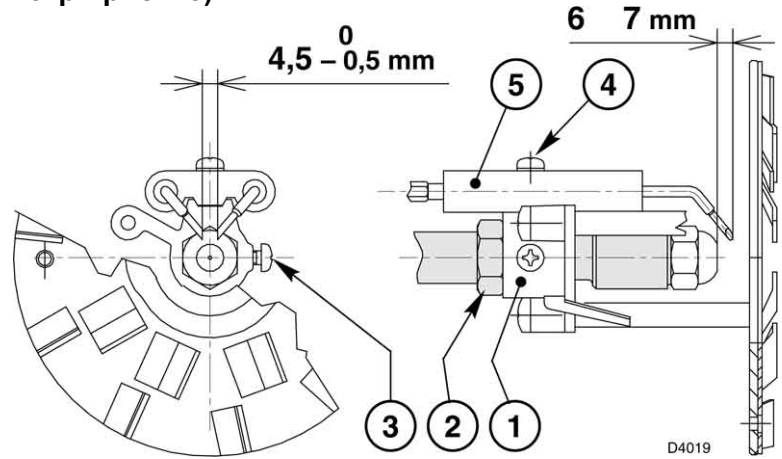

Рис. 13
- Ослабьте винты (2), открутите гайку (3), отсоедините от блока управления провода (4) и фотосопротивление (5) и выньте держатель форсунки (1) в сборе.
- Снимите с электродов провода (4), ослабьте винт (3, рисунок 13 на странице 7) и снимите с держателя форсунки (1) турбулизатор в сборе (8).
- Закрутите форсунку (9), держа ее, как показано на рисунке.
4.4 РЕГУЛИРОВКА ЭЛЕКТРОДОВ (смотри рис. 13)
- Менять форсунку (смотри рис. 12, стр. 6) и проверять правильное положение электродов (рис.13, стр. 7).